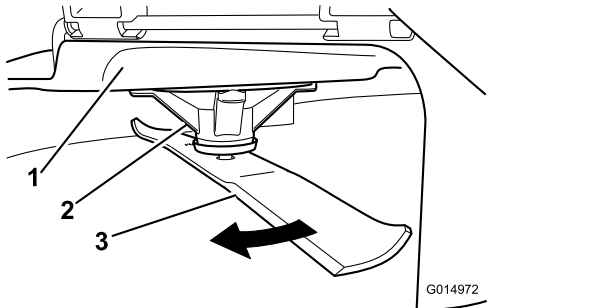

図 57
2. 厚手の丈夫な手袋をはめるなどして確実に保護した手で、ブレードをゆっくり回転させ、適当な位置で、刃先から床面までの距離を測定する図 57。